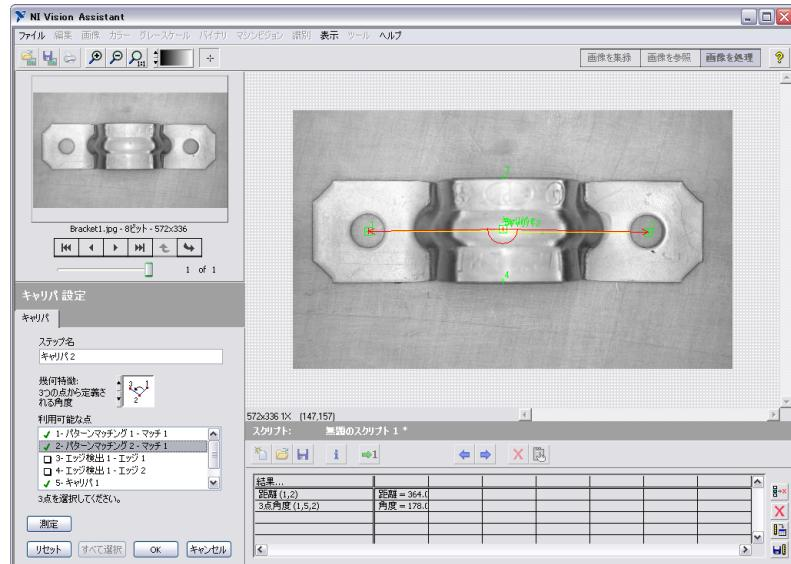

図4-8 キャリバツールで測定値を取得する
10. **幾何特徴リストボックスで3つの点から定義される角度**を選択します。点1、5、2の順にクリックし、次の測定値（プラケットの角度）を求めます。この測定値は、図4-8のように、点5を頂点とするプラケットアームの角度です。
- 図4-8は、プラケットの距離およびプラケットの角度を選択した状態の画像とその測定結果表です。